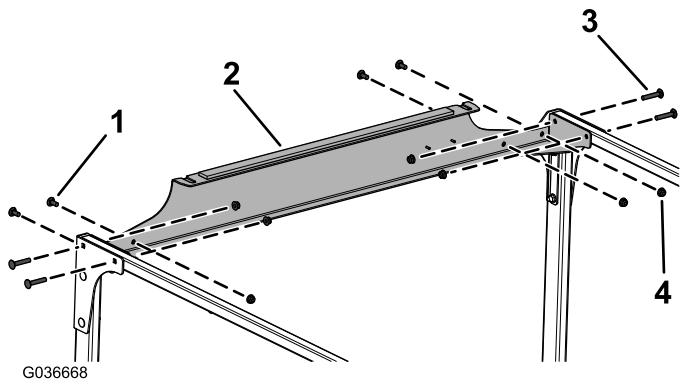

Figura 10
9. Instale provisionalmente el enlace transversal trasero a los tubos de enlace transversal y las placas traseras con 4 pernos de cuello cuadrado (5/16" x 1 3/4"), 4 pernos de cuello cuadrado (5/16" x 3/4") y 8 tuercas con arandela prensada (5/16"), tal y como muestra en la Figura 10.